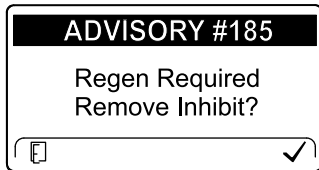

Figure 37
**Remarque:** Si vous paramétrez l'InfoCenter pour inhiber la régénération, l'InfoCenter affiche la MISE EN GARDE N° 185 (Figure 37) toutes les 15 minutes tandis que le moteur demande une régénération commandée.